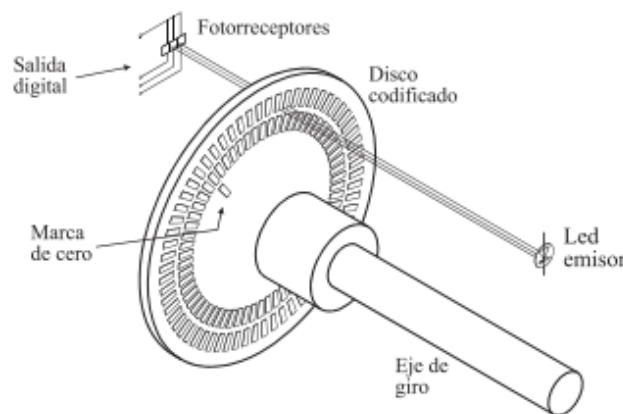

Figura 1: Disposición de un codificador óptico (encóder) incremental.
- **Encóder incremental:** Este tipo de sensor convierte el movimiento en una serie de pulsos eléctricos que indican cambios en la posición, pero no su valor absoluto. Requiere un punto de referencia para determinar la posición inicial y utiliza dos señales desfasadas (A y B) para detectar dirección y velocidad. Estos constan, en su forma más simple, de un disco transparente con una serie de marcas opacas colocadas radialmente y equidistantes entre sí; de un sistema de iluminación en el que la luz es colimada de forma correcta, y de un elemento fotorreceptor (Figura 1). El eje, cuya posición se quiere medir, va acoplado al disco transparente. Con esta disposición, a medida que el eje gire se irán generando pulsos en el receptor cada vez que la luz atraviese cada marca. Llevando una cuenta de estos pulsos será posible conocer la posición del eje.